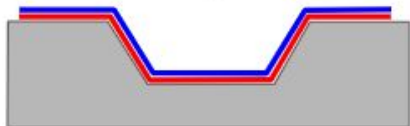

Fig.8
- Quando la pellicola viene applicata seguendo i passaggi illustrati in alto, è importante lasciare che il materiale e la superficie si raffreddino prima di procedere con il taglio o il sormonto. Fig.8